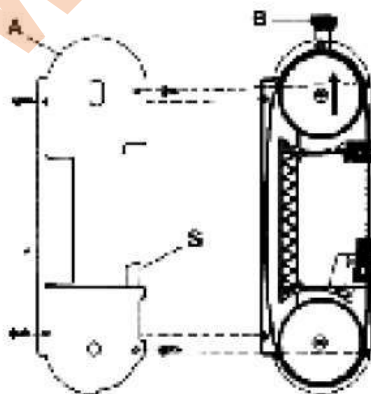
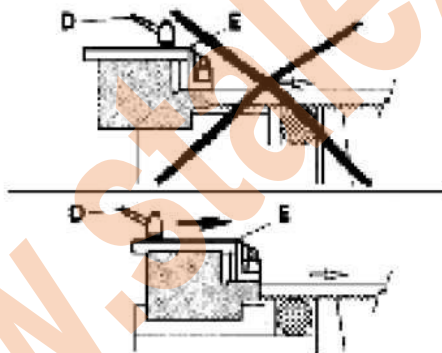

Рис.1
Рис. 2
### 1. Регулировка натяжения режущего полотна (Рис. 1)
Данный станок оснащен направляющей (Е) со встроенным механизмом защиты. Направляющая станка, соответственно, направляет движение той части режущего полотна, которая непосредственно соприкасается с разрезаемой заготовкой, и одновременно с этим, служит для защиты той части режущего полотна, которая в соприкосновение с заготовкой не входит. Для регулировки, направляющей необходимо ослабить рукоятку (D) и плавно переместить направляющую (Е) таким образом, чтобы подвести её ближе к или дальше от заготовки, подлежащей обработке (как показано на рис. 2).
- Ослабить рукоятку D (рис. 2) и плавно переместить направляющую (E) режущего полотна до упора, следуя направлению стрелки, как показано на рис. 2.
- Снять защитный корпус (A), отвинтив четыре винта.
- Ослабить натяжение режущего полотна, повернув ручку C (рис. 1) по часовой стрелке до упора, а маховичок (B) – против часовой стрелки.
- Отрегулировать натяжение режущего полотна, как указано в пункте 1, и снова закрепить на месте две внешних направляющих путем поворота головки винта (Q) по часовой стрелке так, чтобы направляющие слегка соприкасались с режущим полотном.
- Закрепить на место две шестигранные гайки (P).
- Установить на место защитный корпус (A), осторожно вставив режущее полотно между защитными ремнями (S) (см. рис. 1).
- Установить направляющую (E) режущего полотна в правильное положение для осуществления резания (см. пункт 2).